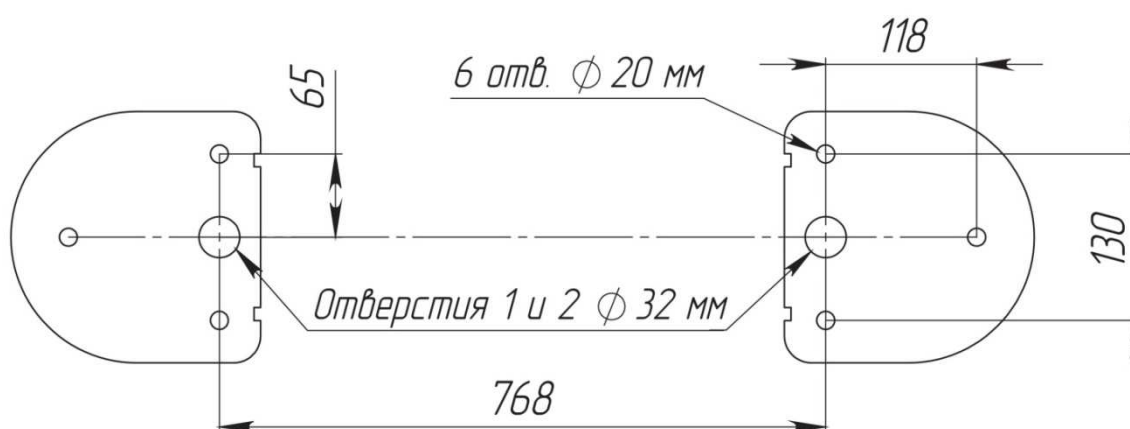

Рис. 7 Установочные размеры
4.2.3. По установочным размерам (рис. 7), подготовьте 6 отверстий диаметром 20мм в полу под анкеры крепления стойки турникета. Расположение монтажных отверстий относительно внешних габаритов турникета представлено в Приложении 4. Глубина закладного отверстия должна превышать длину анкера на 5мм. Вставьте анкеры в отверстия.
4.2.4. Подводка кабелей производится через отверстия 1 или 2 (рис. 7) в нижних плитах стоек турникета.
4.2.8. Заведите в корпус турникета кабели от ПУ, БПи, при необходимости, кабели СКУД и ОПС. Подводка кабелей производится через отверстия 1 или 2 в нижних плитах стоек. В верхней части – через отверстие диаметром 32 мм, показанное на (рис. 7). Закрепите кабели кабельными стяжками.